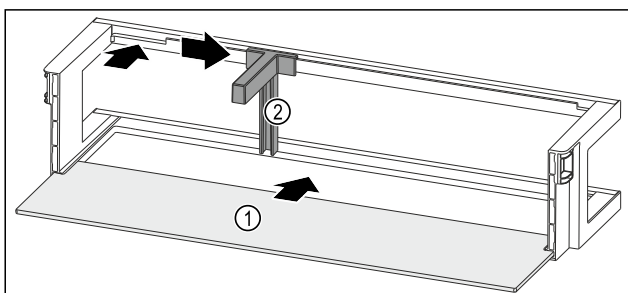

Fig. 96 Лотки на дверцятах з полицею
- ▶ Посуньте полицю Fig. 96 (1) у бічні пази.
- ▶ Вставте тримач пляшок Fig. 96 (2) у паз.
- ▶ Пересуньте тримач пляшок Fig. 96 (2) убік до бажаної позиції.